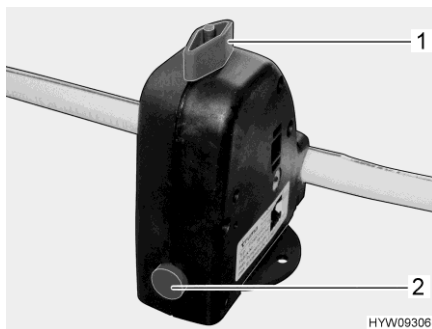

Fig. 167 Valvola di sicurezza/di scarico (Truma)
- Chiudere la valvola di sicurezza/di scarico (Truma). A tal fine ruotare la manopola (Fig. 167,1) verticalmente rispetto alla valvola di sicurezza/di scarico e premere verso l'interno il bottone automatico (Fig. 167,2).